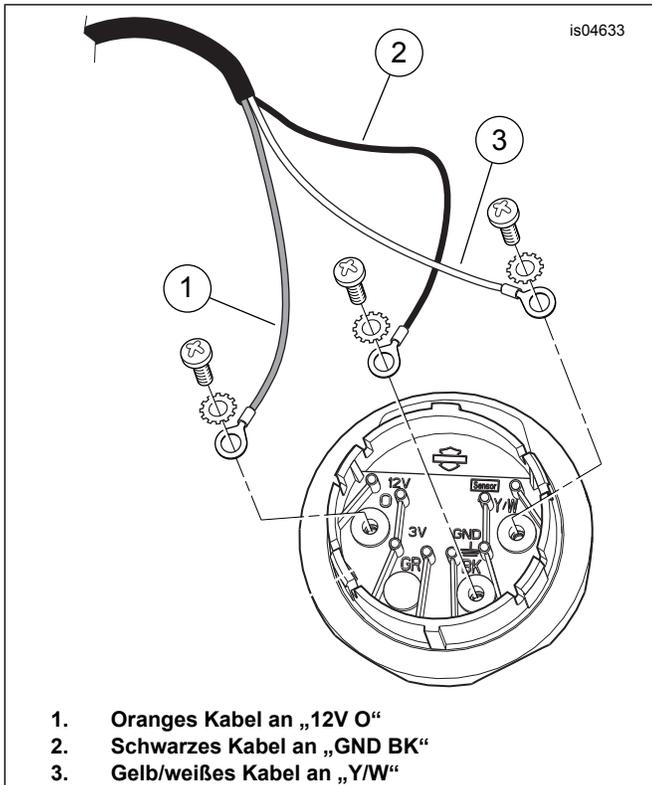

Abbildung 1. Kabelverbindungen
2. Siehe Abbildung 1. Drei der Kreuzschlitzschrauben und Unterlegscheiben aus dem Satz verwenden, um die Kabel wie folgt anzuschließen: Die Kabelöse des orangenen Kabels (1) mit einer Schraube und Unterlegscheibe am Anzeigenanschluss mit der Bezeichnung „12V“ und „O“ (orange) befestigen. Die Kabelöse des schwarzen Kabels (2) mit einer Schraube und Unterlegscheibe am Anschluss mit der Bezeichnung „GND“ (Masse) und „BK“ (schwarz) befestigen. Die Kabelöse des gelb/weißen Kabels (3) mit einer Schraube und Unterlegscheibe am Anschluss mit der Bezeichnung „Y/W“ (gelb/weiß) befestigen.
3. Die Kraftstoffstandanzeige vorsichtig absenken, und gleichzeitig den Kabelbaum (2) nach unten in das Ablassrohr einführen, bis die drei kurzen Kabel (orange, schwarz, gelb/weiß) durch das Loch an der Kraftstofftankunterseite austreten. Vorsichtig an den Kabeln ziehen (um sie zu straffen), während die Kraftstoffstandanzeige am Kraftstofftank eingebaut wird. Die Anzeige während des Einbaus nicht verdrehen. Die Anzeige festhalten und nach unten drücken, bis sie einrastet.
4. Die drei Kabel mit Pinkkontakten (B) in die richtigen Messbuchsen des vier-poligen Pingehäuses (4) aus dem Satz einbauen. Siehe unten und Anhang B im entsprechenden Werkstatthandbuch. – Messbuchse 1: Orange – Messbuchse 2: Gelb/Weiß – Messbuchse 3: Unterbrochen – Messbuchse 4: Schwarz